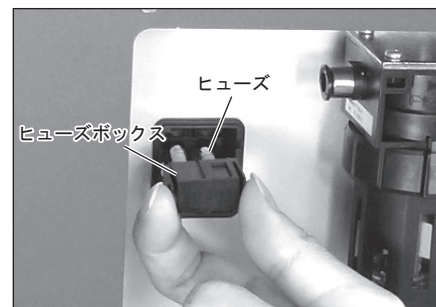

図 30
- 3) ユニット背面にあるヒューズホルダのツメを内側に押しながら引き抜きます (図 30)。